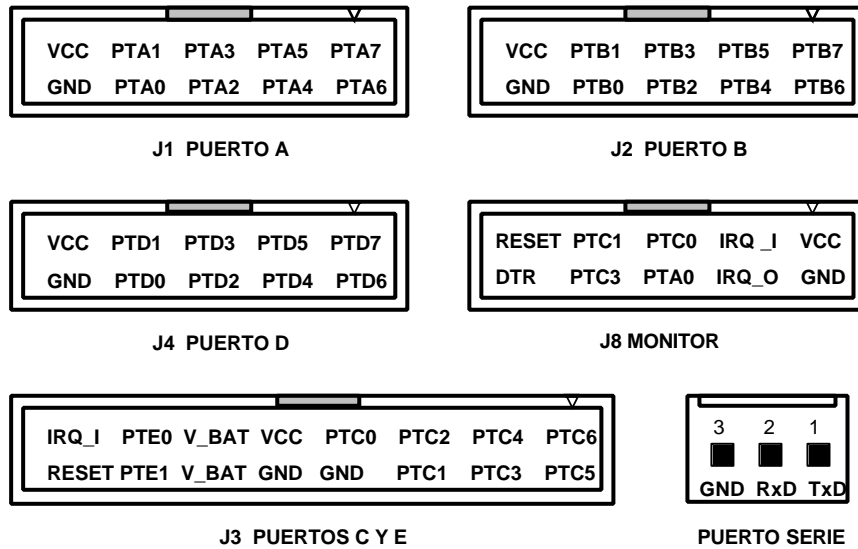

Figura 6. Conectores de Expansión. GP_Bot
- ?? J1, J2 y J3. Son idénticos a los de la tarjeta GP_Bot, mostrados en la Figura 6.